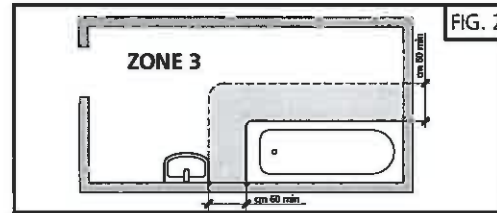

FIG. 2
**LE LAVABO, LE ROBINET ET L'ALIMENTATEUR DOIVENT, DANS TOUT CAS, SE TROUVER DANS LA ZONE 3 (VOIR FIG. 2).**